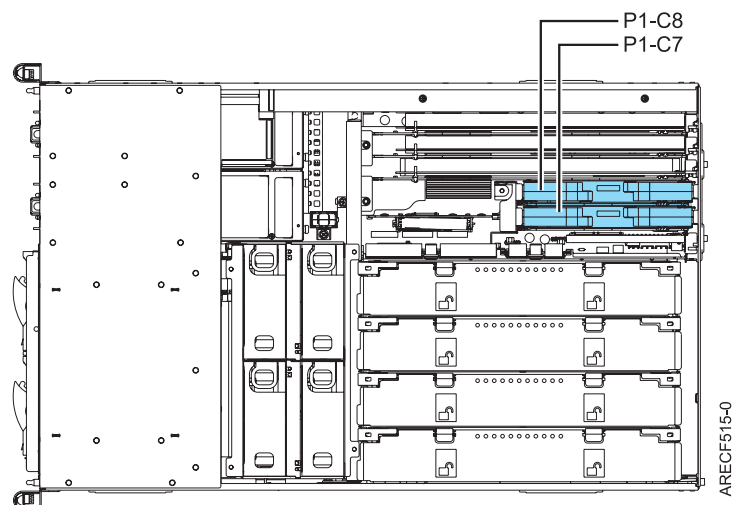

Figure 1. Vue de dessus des emplacements P1-C7 et P1-C8
8. Localisez l'emplacement dans lequel l'adaptateur GX doit être installé. Si le système ne compte qu'une seule carte processeur, utilisez un adaptateur à code dispositif 5616 (GX+) et installez-le dans l'emplacement P1-C8 comme indiqué dans la figure 1, à la page 3. Si deux cartes processeur sont installées, un second adaptateur GX sera inséré dans l'emplacement P1-C7. Pour utiliser un adaptateur FC 5609 (GX++) DDR, deux cartes processeur ou plus sont requises.